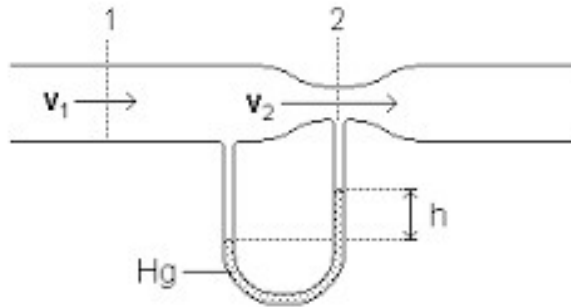

Figura 2.7. Tubo de Venturi
**2.4.2. Tubos de Venturi.** Consiste de uma tubulação cuja seção varia até um mínimo e, novamente volta a ter a mesma seção inicial como mostra a figura 2.7: